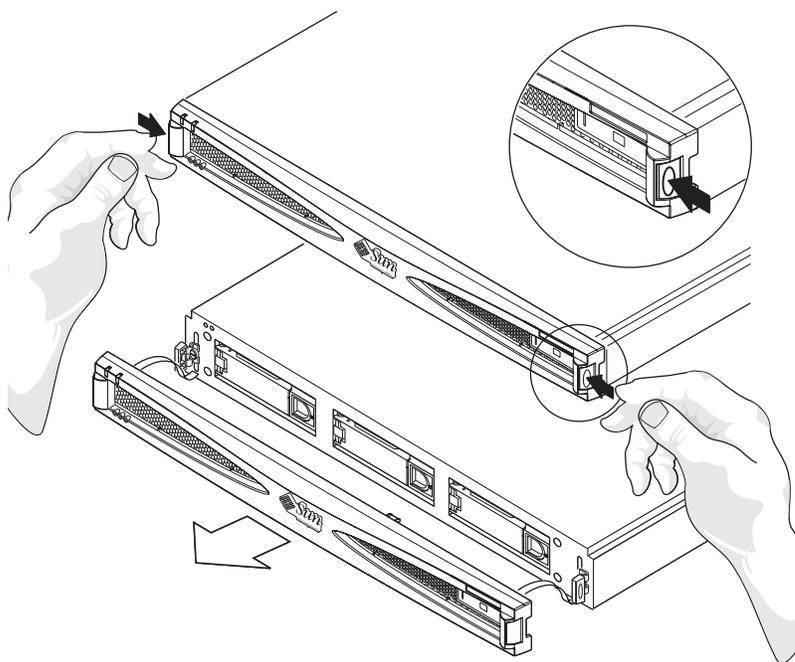

图 5-7 拆下前面板
1. 拆下前面板，方法是按两端的卡片，然后将面板拉离存储群组（请参见图 5-7）。